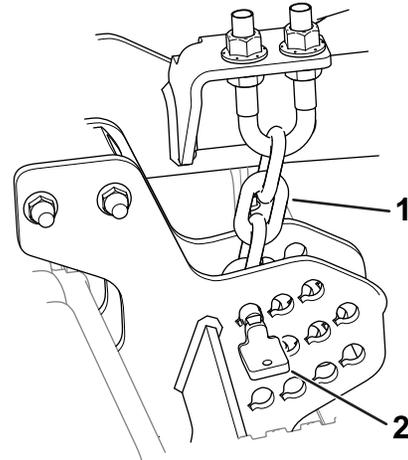

Bild 17
2. Entfernen Sie die Schnitthöhenstifte (Bild 17) von den Seitenplatten des Mähwerks.